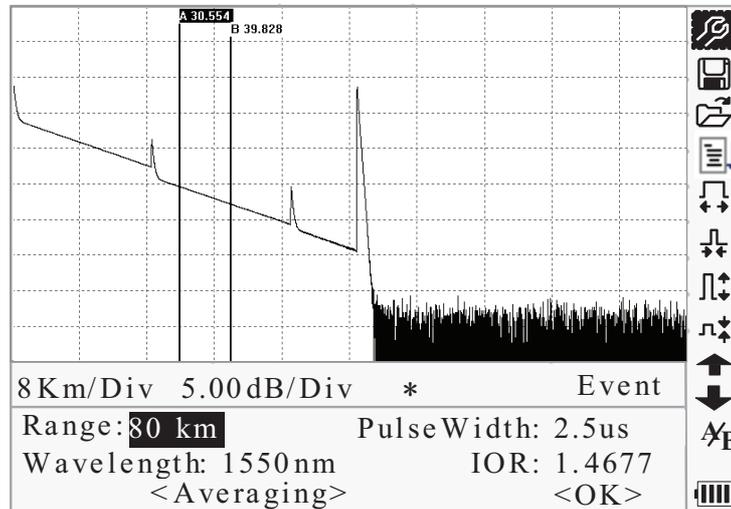

Figura 4-7. Medidas en tiempo real
- Use [◀] y [▶] para moverse al parámetro que desee cambiar (Figura 4-7), y pulse [Enter] a continuación.